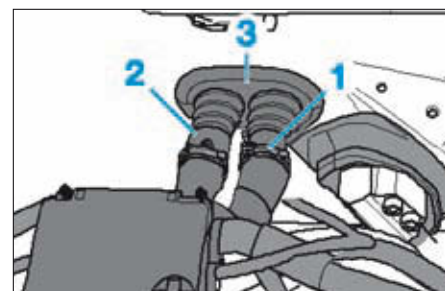

FIG. 12
- Installer des pince-durits sur la durit d'entrée (1) et la durit de sortie (2) du radiateur de chauffage pour éviter des écoulements résiduels de liquide de refroidissement (Fig.12).
- Débrancher les durits d'eau (1) et (2) du radiateur de chauffage.
- Déposer l'entretoise (3) de maintien des durits d'eau sur le tablier.